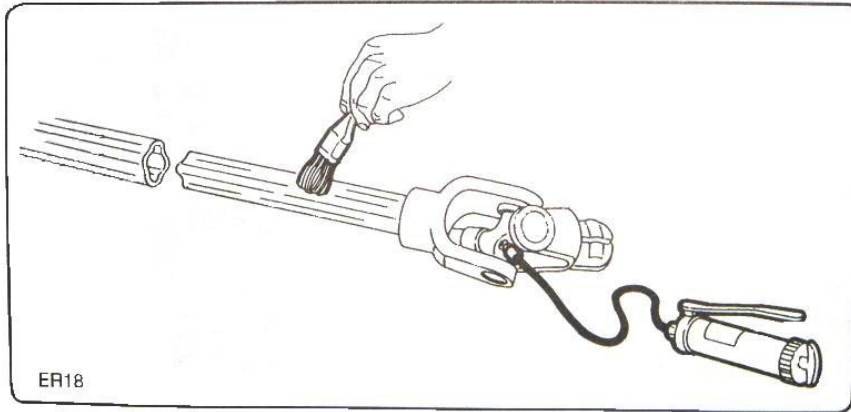

fig. 7.5.1
7.5.1 - Nettoyage et graissage de la transmission (fig. 7.5.1)